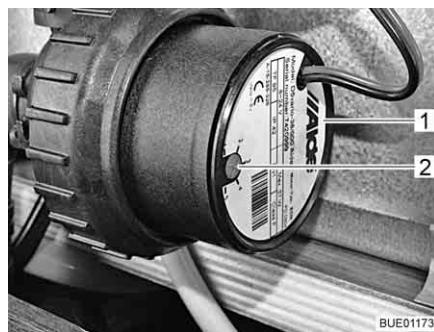

Fig. 163 Reducción de la velocidad
La velocidad de la bomba de circulación se puede ajustar con el regulador giratorio (Fig. 163,2). Con una velocidad reducida disminuyen los ruidos de rodadura de la bomba.
El regulador giratorio se encuentra en la bomba de circulación (Fig. 163,1).
- Girar el regulador giratorio (Fig. 163,2) en sentido contrario a las agujas del reloj. Se reduce la potencia.